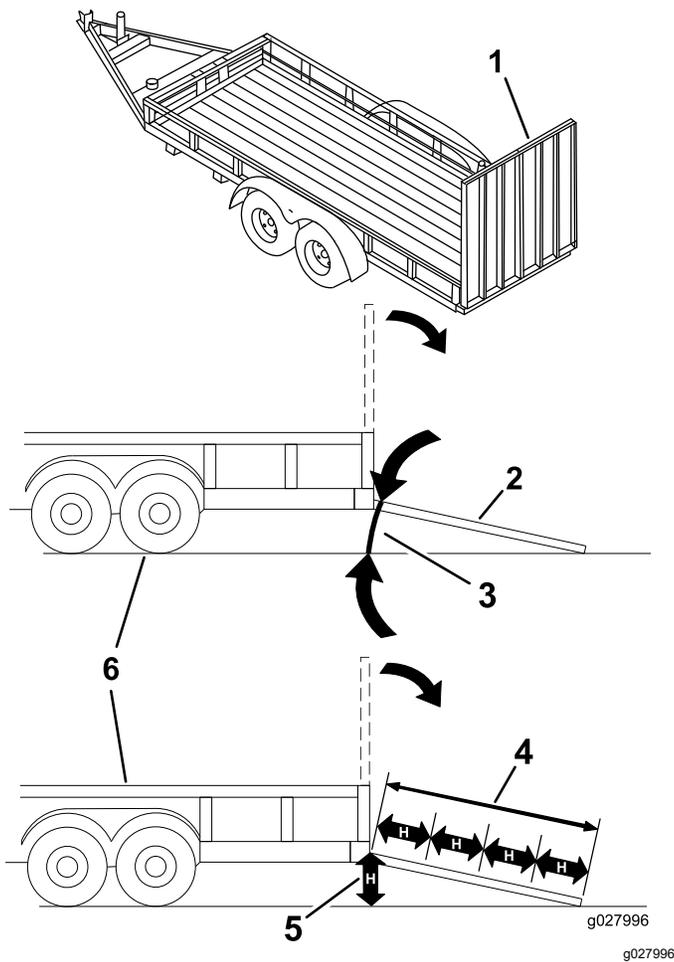

Bild 33
Das Laden einer Maschine auf einen Anhänger oder einen Lastwagen erhöht die Umkipfgefahr und könnte schwere oder tödliche Verletzungen verursachen (Bild 33).
1. Senken Sie die Rampe ab und stellen Sie sicher, dass der Winkel zwischen der Rampe und dem Boden höchstens 15 Grad beträgt (Bild 33).